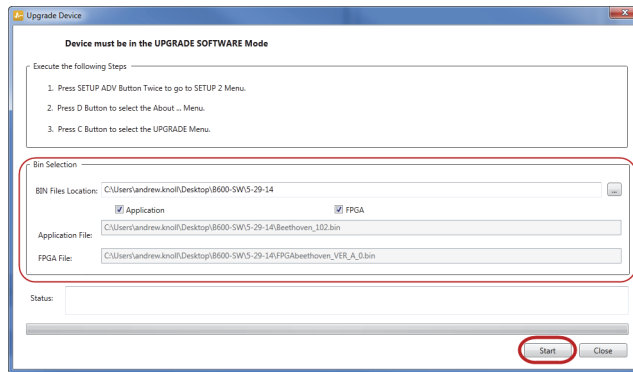

Figura 7-8 Caixa de diálogo Update Device
A caixa de diálogo **Update device** abre (veja Figura 7-8 na página 188).
6. Em **Bin Selection** na caixa de diálogo **Update Device**, selecione o local para o software BondMaster 600 e, em seguida, selecione **Application** e **FPGA** (veja Figura 7-8 na página 188).